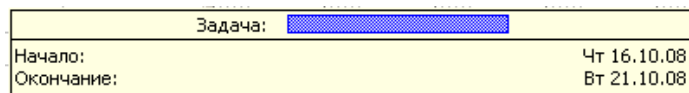

Рис. 2.14. Информационное окно работы (Task) при изменении длительности
- Нажмите и удерживайте левую кнопку мыши. На экране появится информационное окно работы (**Task**), в котором теперь указаны дата ее окончания (**Finish**) и длительность (**Duration**) (рис. 2.14).